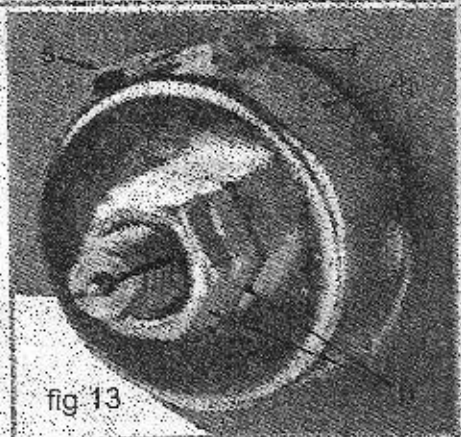

fig 13
3. Utilisez des pinces à bec effilé ou un coup de tournevis dans la boucle (s. fig. 13) pour rétenir le ressort en place.
4. Desserrez les deux écrous (n. fig. 13) d'environ 1/4 po (6 mm). Ne retirez pas les écrous de la tige filetée.
5. Tout en tenant fermement le boîtier du ressort (H. fig. 13), retirez-la doucement jusqu'à ce qu'il se dégage de l'encoche surélevée (r. fig. 13).